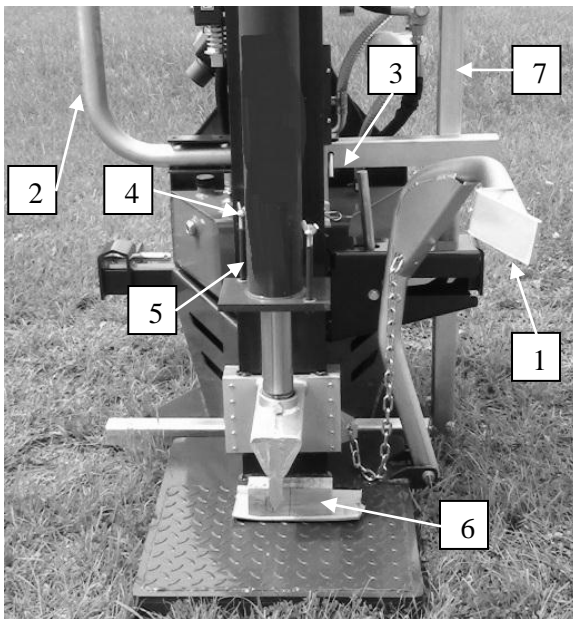
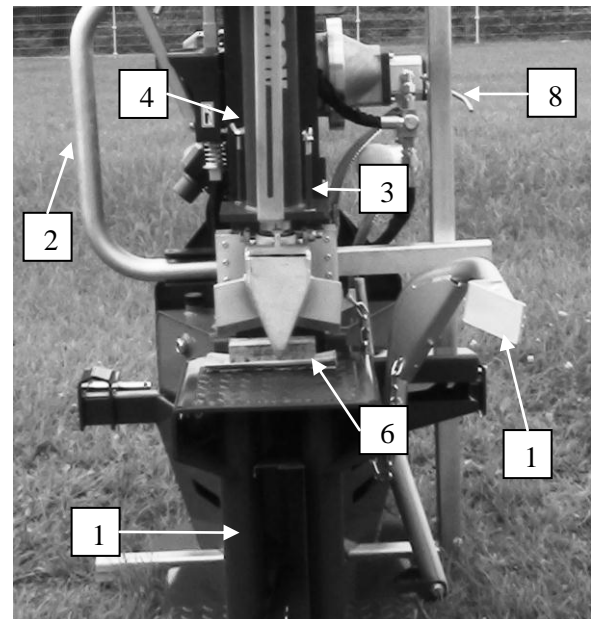

Bild 27
Bild 27a
- Den Hehebogen (1) aus der Arbeitsstellung in die Richtung der Führungssäule stellen so, dass er automatisch einrastet (Bild 27 und Bild 27a).
- Den Stift (3) des Spaltholzträgers (2) herausziehen, dann noch den Träger herausziehen und nach unten bzw. oben drehen. Wenn der Holzspalter eine Stütze hat (Elektromotor), den Träger in die Führung auf der Führungssäule schieben, den Stift (3) einsetzen und unter den Spaltkeil (beziehungsweise Spaltkreuz) ein Holzstück stellen.
- Den Schubzylinder herunterlassen so, dass sich der Spaltkeil an das Holzstück anlehnt (6).
- Die Flügelmuttern (4) der Schrauben (5) des Schubzylinders lösen.
- Auf die Schraube (5) die Unterlegscheibe setzen und die Flügelmuttern (4) festziehen.
- Stütze (Holzspalter mit Elektromotor): den Stift links und rechts herausziehen, die Stütze (7) herausziehen und diese mit dem längeren Ende nach oben drehen, die Stütze in die Führung für die Arbeitsplatte schieben und beide Stifte (8) einsetzen – *Benutzung nach Bedarf (wenn der Holzspalter nicht auf den Schlepper angebaut ist) und wenn für das Heben des Spaltgutes der Hehebogen verwendet wird.*